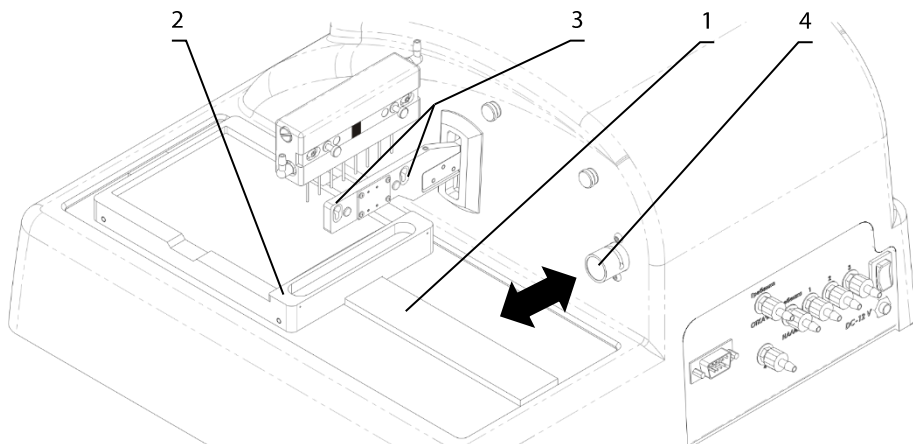

Рисунок 2. Подготовка прибора к работе.
4.5.4. Установите каретку на рельс (рис. 2/1), расположенный на платформе прибора, так, чтобы держатель планшета (плоская пружина) был направлен к задней стенке прибора (рис. 2/2). Магнит в нижней части каретки притянет ее в исходную позицию.
- 4.5.6. Установите промывочную гребёнку в пазы держателя (рис. 2/3). Магниты в гребёнке и держателе соединят и выравнивают гребёнку.